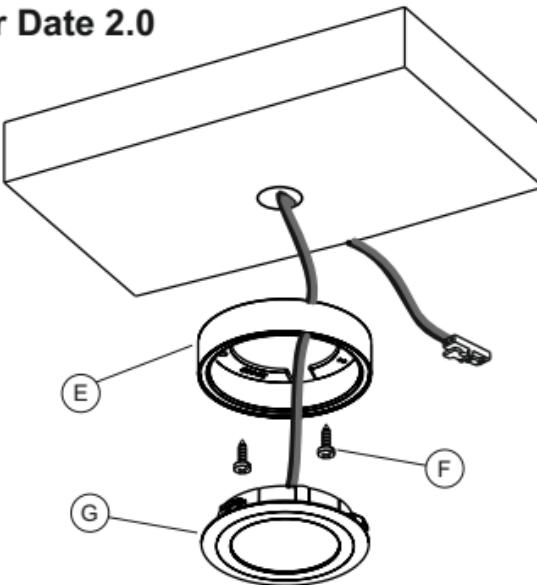

Fig 6
connected exclusively to an adjustment system supplied by DOMUS Line such as MAGIC BOX, MAGIC TUNE, TOUCH TW, etc., sold separately. For more detailed information on DOMUS Line Tunable White adjustment system characteristics and models go to www.domusline.com or contact us. All of the **DATE 2.0** models can also be fitted with hardware for surface installation (fig. 6,7). The **SP** configuration refers to the devices with symmetrical surface support. The **OB** configuration refers to the devices with asymmetrical surface support. The **ML** configuration refers to devices for flush mount installation on 0.7 mm thick (min.) metal surfaces.
- Secure the bracket (E) to the installation surface with the included screws (F); insert the light (G) into the support, applying light pressure until it is completely fitted as illustrated in figure 6.
ausschließlich an ein von DOMUS Line geliefertes Regelungssystem wie z. B. MAGIC BOX, MAGIC TUNE, TOUCH TW usw. (separat zu bestellen) angeschlossen werden. Für detaillierte Informationen zu den Eigenschaften und Modellen der Tunable-White-Regelungssysteme von DOMUS Line besuchen Sie die Website www.domusline.com oder kontaktieren Sie uns. Alle **DATE 2.0**-Modelle können zudem mit Halterungen für die Anbaumontage ausgestattet werden (Abb. 6,7). Die Ausführung **SP** bezieht sich auf Leuchten mit symmetrischer Halterung für die Anbaumontage. Die Ausführung **OB** bezieht sich auf Leuchten mit asymmetrischer Halterung für die Anbaumontage. Die Ausführung **ML** bezieht sich auf Leuchten für die Einbaumontage in Metallböden mit einer Dicke von mindestens 0,7 mm.
- Die Unterstützung (E) mit den im Lieferumfang enthaltenen Schrauben (F) an der Montagefläche fixieren. Den Strahler (G) in die Unterstützung einsetzen, bis dieser komplett einrastet (siehe Abb. 6).
En outre, tous les modèles **DATE 2.0** peuvent être équipés de supports d'installation sur différentes surfaces (fig. 6,7). Le type **SP** correspond aux appareils avec support de surface symétrique ; le type **OB** correspond aux appareils avec support de surface asymétrique. Le type **ML** correspond aux appareils prévus pour être installés par encastrement sur des supports métalliques de 0,7 mm d'épaisseur au minimum.